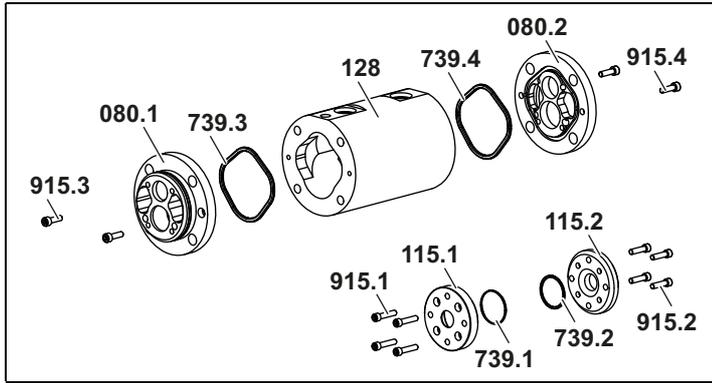

Fig. 7
- Entubación compuesta de tornillos de cabeza cilíndrica **915.1/915.2**, bridas **115.1/115.2** y juntas **739.1/739.2** retirada. Cuadro sinóptico véase Fig. 7, página 31
1. Retire los tornillos de cabeza cilíndrica **915.3** y **915.4**, quite la tapa del cojinete **080.2**. Retire el anillo tórico **739.4**, cuadro sinóptico véase Fig. 7, página 31.